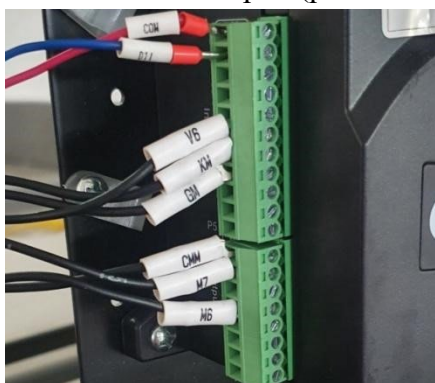

Рисунок 15.10 - Подключение индикации открытия и закрытия дверей
3) Для индикации открытия и закрытия дверей на дисплее частотного преобразователя в главный шкаф управления поступает сигнал с блока управления механизма дверей. Необходимо подключить разъем T2 к одноименному разъему дополнительного щита, а второй конец провода M01-1 к блоку управления механизма дверей (рис. 15.10, таблица 15.4).